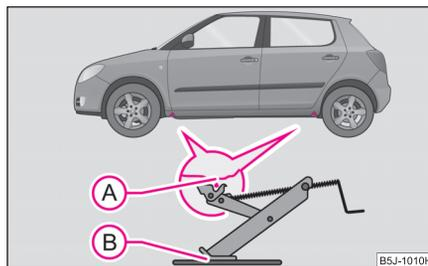

Abb. 163 Radwechsel:
- Wählen Sie zum Ansetzen des Wagenhebers den Aufnahmepunkt – Unterholm, der dem defekten Rad am nächsten liegt ⇒ Abb. 163.
- Setzen Sie den Wagenheber so an, dass die Klaue den senkrechten Steg des Unterholms (A) umfasst und die untere Abstützfläche des Wagenhebers (B) sich mit ihrer ganzen Fläche auf dem festen Untergrund befindet.